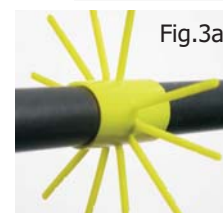
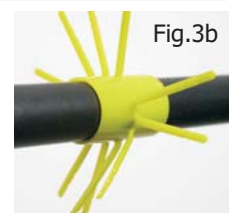

Fig.3a
Fig.3b
- ⇒ Compruebe si los filamentos de la estrella se han doblado! (en la Fig. 3a están rectos, en la Fig. 3b doblados). Si se han doblado, entonces existe un problema de ajuste/clearance.